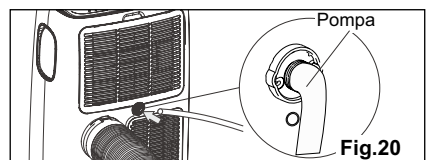

Fig.20
- Collegare un'estremità del tubo da giardino (venduto separatamente) alla presa di drenaggio poi porta l'altra estremità in un drenaggio che è più basso dell'unità (Fig.20).